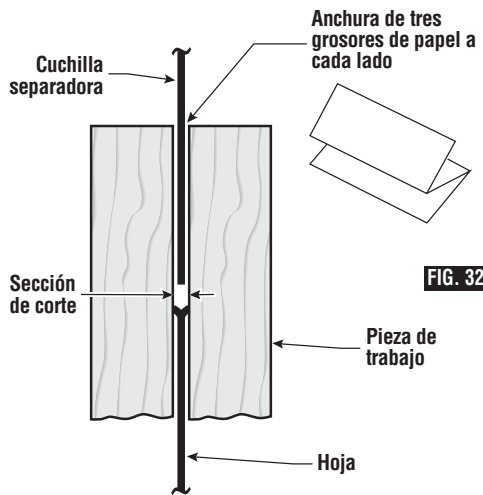
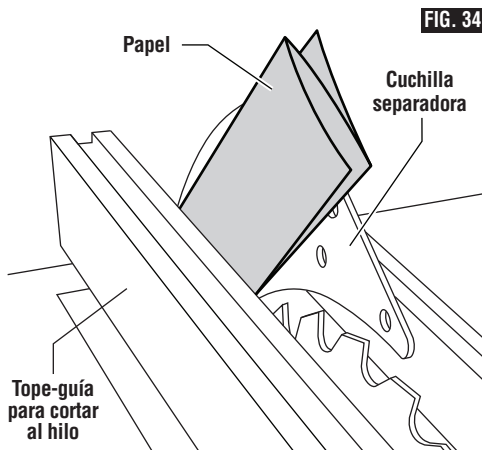

FIG. 32
FIG. 34
IMPORTANTE: La cuchilla separadora debe estar siempre en línea con la hoja de sierra. La cuchilla separadora es más delgada que la anchura de la sección de corte en aproximadamente cinco grosores de papel a cada lado, dependiendo del grosor del papel que se utilice (Fig. 32).
4. Utilizando el tope-guía para cortar al hilo como guía, compruebe la alineación de la cuchilla separadora con el plano de la hoja de sierra. Como la cuchilla separadora es más delgada, aproximadamente tres grosores de papel a cada lado, que la anchura de la SECCIÓN DE CORTE de la hoja (Fig. 32), usted debe hacer un “calibre espaciador” de papel temporal. Haga dos pliegues en un pedazo pequeño (6 x 6 pulgadas) de papel de periódico ordinario, haciendo tres grosores. Coloque el calibre espaciador de papel entre la cuchilla separadora y el tope-guía para cortar al hilo (Fig. 34).
- Haga dos pliegues en un pedazo de papel pequeño (6 x 6 pulgadas), formando tres capas (Fig. 32). El papel se utiliza como “calibre espaciador”.